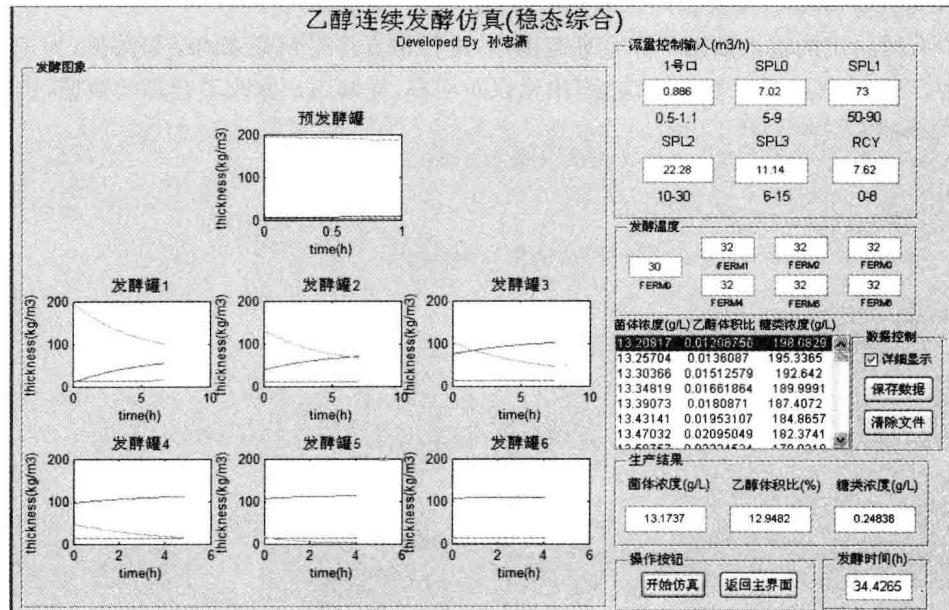

图 15.7-8 稳态仿真软件运行界面
⑦ 发酵过程曲线的绘制,需要先选中一个坐标轴,再调用 plot 函数绘制计算出来的各物料浓度值。主体程序的核心仍然是动力学微分方程组的求解,增加的部分是 GUI 数据的获取与显示。写入完整的回调函数后运行,输入参数,进行仿真,GUI 界面如图 15.7-8 所示。